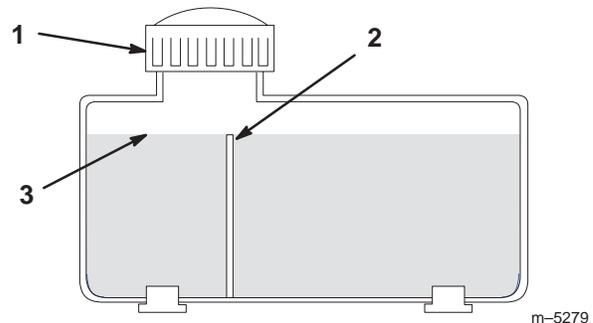

Figure 6
2. Nettoyez la surface autour du goulot de remplissage du réservoir hydraulique (Fig. 6).
3. Enlevez le bouchon du goulot de remplissage et vérifiez si le réservoir contient du liquide (Fig. 6).
- Note:** Quand il est chaud, le liquide doit atteindre le haut du déflecteur (Fig. 6).